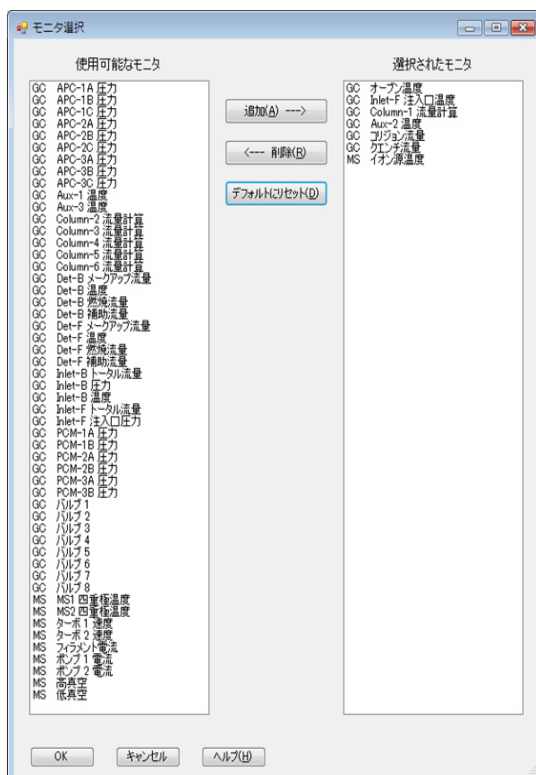

図6 [モニタ選択]ダイアログボックス
- 1 [メソッド]>[モニタ編集]を押して、[モニタ選択]ダイアログボックスを表示します。図6を参照してください。